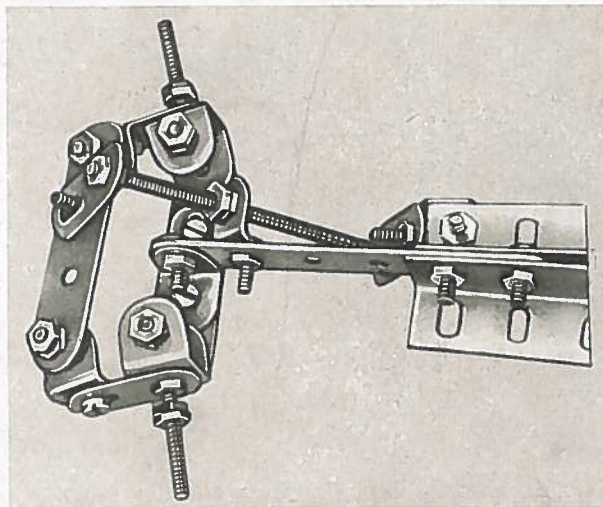

Fig. 3b
2. Lenkmechanismus s. Fig. 3b.